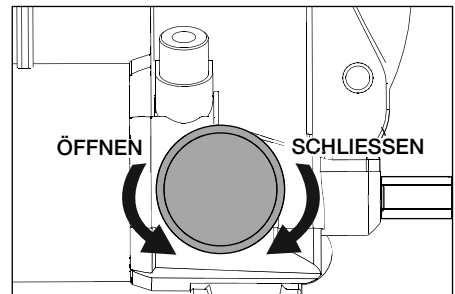

Abb. 8, Ablassventil (alle mit Ausnahme von P-84)
1. Schließen Sie das Ablassventil, indem Sie den Knopf bis zum Anschlag im Uhrzeigersinn drehen. Siehe Abb. 8.